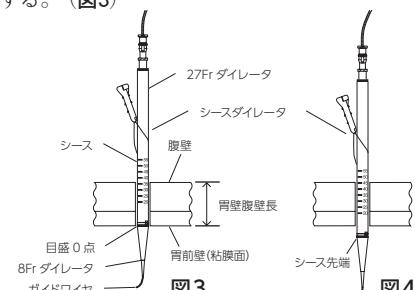

図3
- 内視鏡下で27Fr ダイレータの目盛の0点を胃前壁に合わせた後、27Fr ダイレータの体表上の目盛を読み、胃壁腹壁長を再度測定する。(図3)